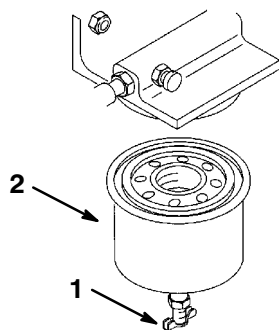

Figure 29
4. Ouvrir le robinet de vidange (Fig. 29), laisser le carburant du filtre s'écouler dans un récipient adéquat, et s'en débarrasser de manière appropriée.
5. Déposer le filtre à l'aide d'une clé à filtre (Fig. 29).